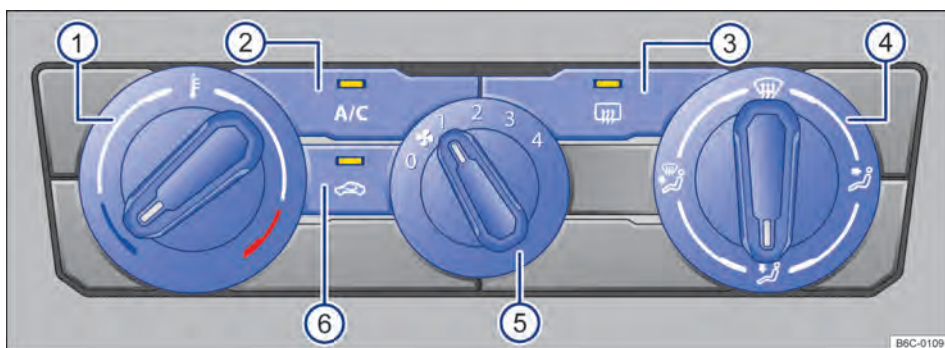

Fig. 80 Comandos do ar-condicionado.
- *Ar-condicionado*: girar o regulador do ventilador para o nível 0 → Fig. 80 (5).
- *Ar-condicionado*: pressionar o botão A/C → Fig. 80 (2) para ligar e desligar o funcionamento da refrigeração.
- *Ar-condicionado*: girar o regulador rotativo esquerdo → Fig. 80 (1).
- *Ar-condicionado*: girar o regulador do ventilador → Fig. 80 (5).
- *Ar-condicionado*: pressionar o botão ☞ → Fig. 80 (6).
- *Ar-condicionado*: girar o regulador da direita → Fig. 80 (4) para posição desejada.
- **Ar-condicionado:** girar o regulador direito para a posição  → Fig. 80 ④.
- **Ar-condicionado:** pressionar o botão  → Fig. 80 ③.